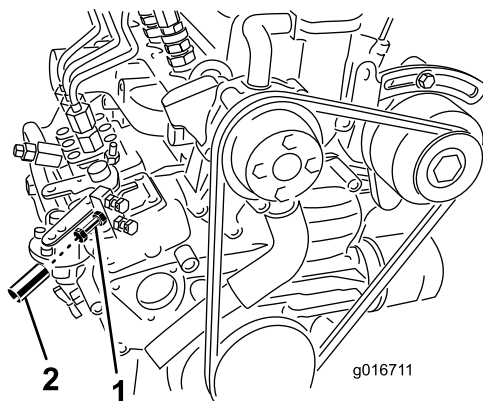

Bild 5
3. Stellen Sie die Motordrehzahl mit dem Tacho und der Einstellschraube der Gasbedienung am Motor (Bild 5) auf höchstens 3.200 U/min;
5. Schieben Sie ein Aluminiumrohr über die Einstellschraube und Klemmmutter der Gasbedienung (Bild 5) und klemmen sie über die Schraube, damit die Schraube nicht mehr eingestellt werden kann.